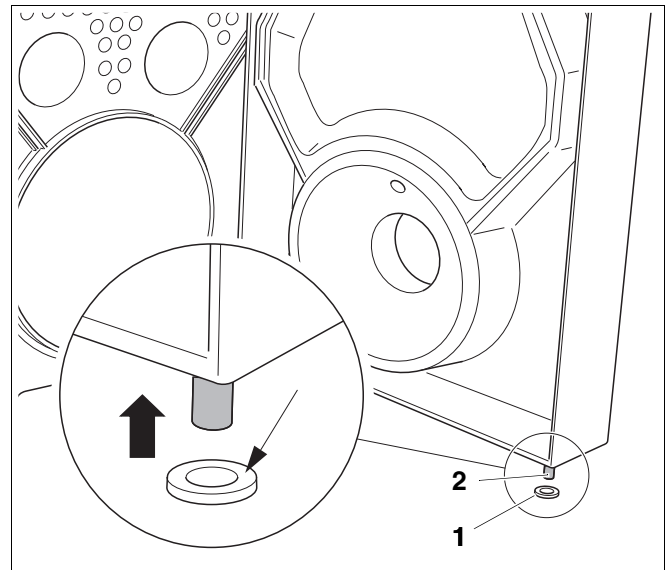

Fig. 10 Tige de charnière gauche
- Enduire la rondelle plate (fig. 10, **pos. 1**) d'une bonne couche de graisse (petite flèche dans la fig. 10) et l'insérer sur la tige de charnière inférieure gauche (fig. 10, **pos. 2**).